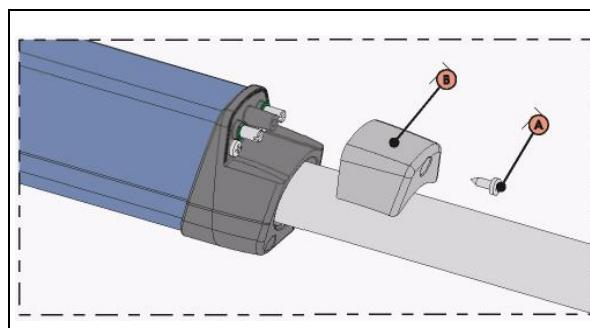

Рис. 19
- 1) Для доступа к выключателям необходимо снять крышку (рис.19, поз. В), выкрутив винт (рис.19, поз. А).
- 5) Установите на место крышку (рис. 19, поз. В) и затяните винт (рис. 19, поз. А).